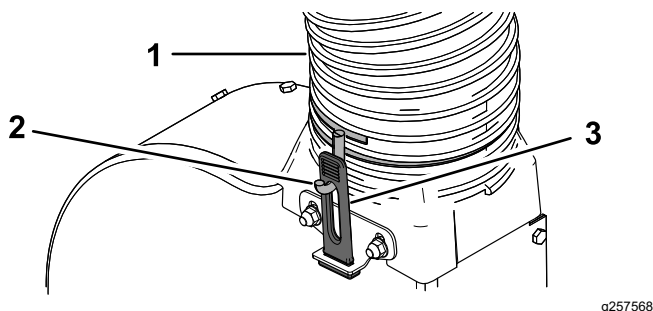

Figura 20
2. Enrosque a braçadeira de tubos na outra extremidade do novo tubo duas a três voltas (Figura 20).
3. Instale o tubo sobre a transição do soprador de forma a que o tubo forme uma curve de aproximadamente 90 graus a partir do capot. Ajuste a orientação dos ganchos da braçadeira de tubos como necessário de forma a que fiquem alinhados com os trincos de borracha e prenda o tubo esticando os trincos de borracha sobre os ganchos (Figura 20).